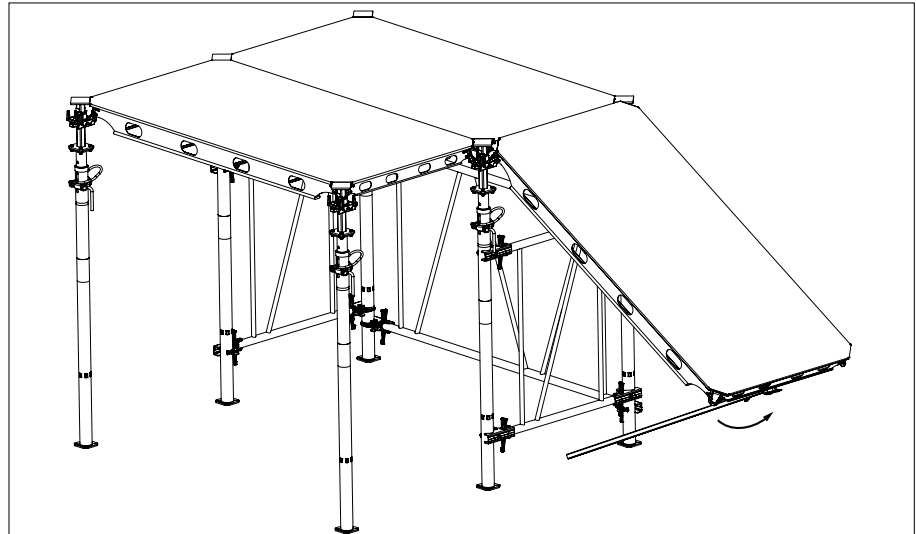

Fig. A5.09
2. Gracias a la horquilla auxiliar de encofrado, desplace el panel hacia arriba apoyándolo temporalmente hasta que se instalen los siguientes dos puntales. (Fig. A5.09)